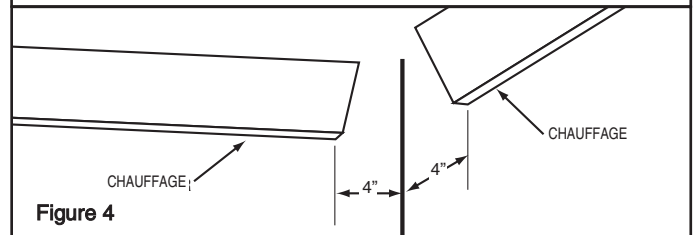

Figure 4
1. LES APPAREILS DE CHAUFFAGE DOIVENT ÊTRE PLACÉS DE FAÇON À CE CHACUN SOIT À 4" (102 MM) DE L'ANGLE DE CLOISON (VOIR LA FIGURE 4).